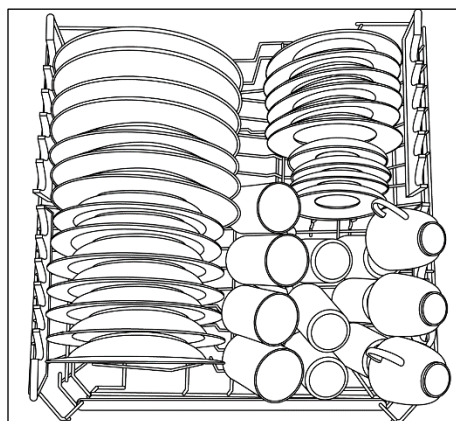

Fig. 1
- A mangueira de entrada de água deverá ser ligada a uma torneira, de modo a ser possível cortar a alimentação de água sempre que a máquina não estiver em funcionamento (fig. 1 B).
2. Segure no cesto em ambos os lados e levante-o (fig. 1).
1. Segure no cesto em ambos os lados e levante-o suavemente (fig. 1);
- Para remover o conjunto de filtragem terá apenas de rodar a respectiva pega no sentido contrário ao dos ponteiros do relógio (fig. 1).